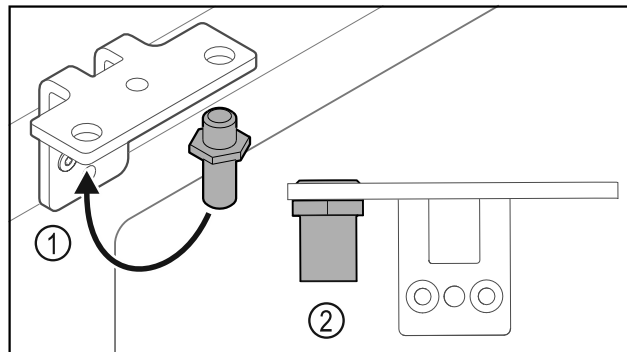

Fig. 23
- ▶ Sworznie Fig. 23 (1) przetożyć do zawiasu.
- ▶ Sworznie Fig. 23 (2) dokręcić z **momentem obrotowym 12 Nm**.